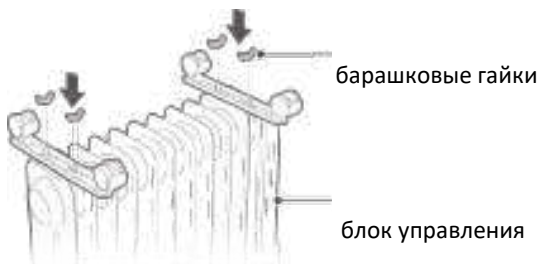

Рис. 2
3. Крепко прикрутите пластины роликов четырьмя барашковыми гайками (рис. 2). Проверните прибор и поставьте колесиками на пол.